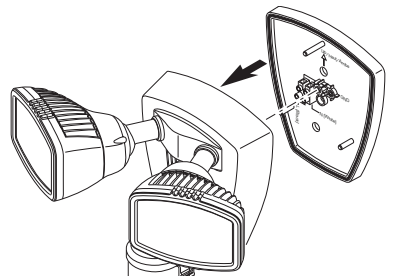

Figure 1
1. Dévissez le boulon de montage central qui fixe le boîtier du luminaire à la plaque 1-2-Éasy Connect^{MC}, puis retirez la plaque (voir la Figure 1). Le boulon de montage est conçu pour demeurer dans le luminaire. *Remarque :* Assurez-vous que le joint de caoutchouc est placé sur la plaque 1-2-Éasy Connect^{MC}.